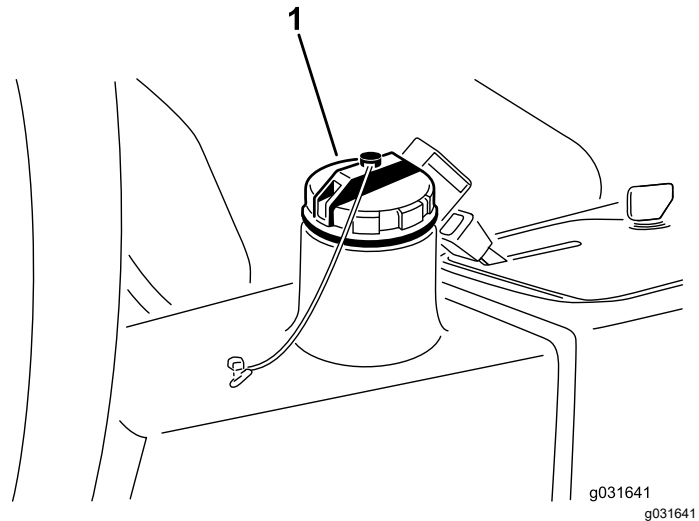

Figura 65
4. Llene el depósito (Figura 65) con aproximadamente 13.2 litros (3.5 galones US) de fluido hidráulico; consulte Especificación del fluido hidráulico (página 56) y Comprobación del nivel de fluido hidráulico (página 56).